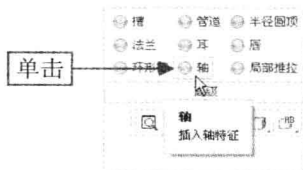

图 8-9 单击“轴”按钮
Step 02 在“功能区”选项板的“模型”选项卡中，单击“高级”面板中的“轴”按钮，如图 8-9 所示。